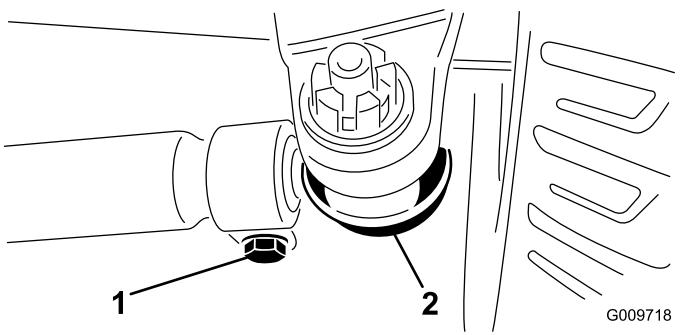

図 70
3. タイロッド両側のクランプをゆるめる図 70。
2. 調整が必要な場合は、タイロッドのボールジョイントのコッターピンとナットを外す図 70。アクスルケースサポートからタイロッドのボールジョイントを外す。